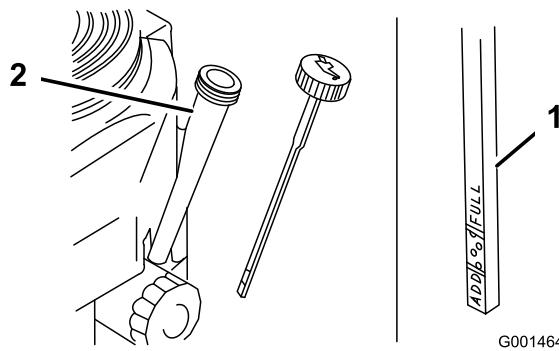

Figure 21
4. Nettoyez la surface autour de la jauge d'huile (Figure 21) pour éviter que des impuretés ne
5. Retirez la jauge d'huile et essuyez soigneusement son extrémité (Figure 21).
6. Remettez la jauge au fond du tube de remplissage, mais sans la visser (Figure 21).
9. Versez avec précaution environ 80% de la quantité d'huile spécifiée dans le goulot de remplissage (Figure 21)